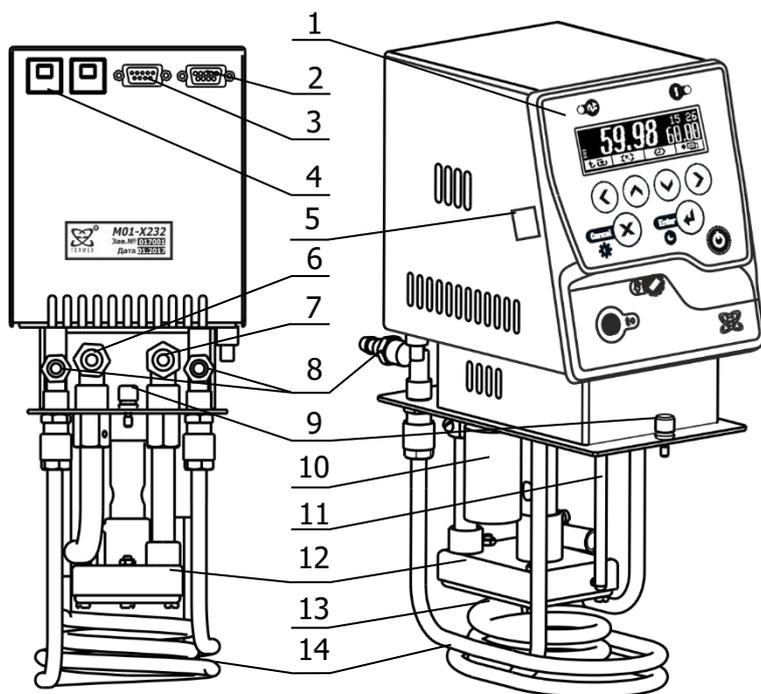

Рисунок 1 – Устройство блока регулирования M01M
1.4.2 Работа блоков регулирования заключается в поддержании заданной температуры теплоносителя, циркулирующего в ванне термостата, а также во внешнем потребителе, в случае его подключения. Циркуляция теплоносителя обеспечивается насосом 12 (рисунок 1). Подача теплоносителя внешнему потребителю производится через штуцер 7, а его возврат в ванну термостата — через штуцер 6.
Для работы термостата, не оснащенного холодильной машиной, при температурах, близких к окружающей, необходимо обеспечить дополнительное охлаждение с помощью теплообменника 14 (рисунок 1). Для этого штуцеры теплообменника 8 подключить к водопроводной сети или специальному холодильному устройству. Поток охлаждающей жидкости должен быть равномерным и, по возможности, небольшим.
2.2.2 Соединить шлангом-перемычкой из комплекта поставки входной 6 и выходной 7 штуцеры (рисунок 1) насоса блока регулирования. Закрепить шланг-перемычку на штуцерах, используя хомуты из комплекта поставки блока регулирования.